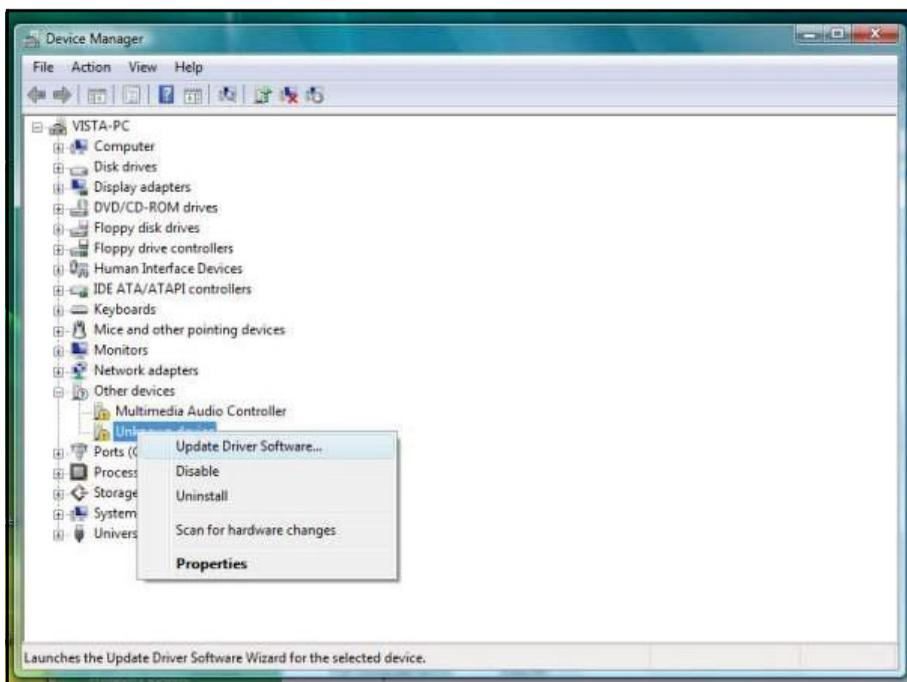

图 114: 设备管理器显示 Unknown Device (未识别硬件)
5. 在设备管理器窗口，在 **Other devices 其他设备** 栏，USB 显示成 **Unknown device**. 右击 然后点击 **Update Driver Software** (如下图 114 所示).